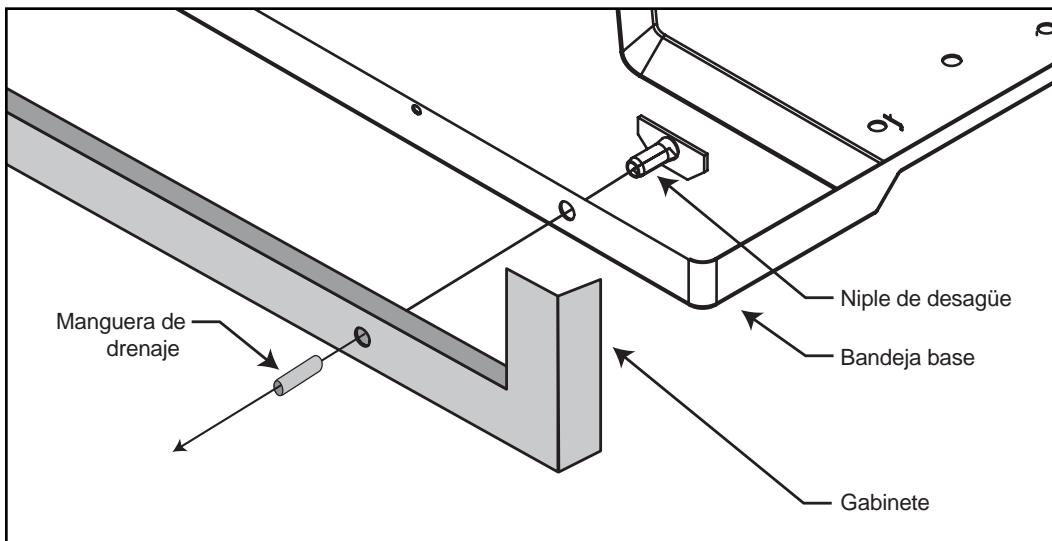

Figura 12
- PASO 1** Busque la placa para drenaje en la parte posterior de la bandeja base y quitela. (Ver Figura 12). Usando los tornillos de la placa, instale la arandela y el tubo de drenaje en la bandeja base.